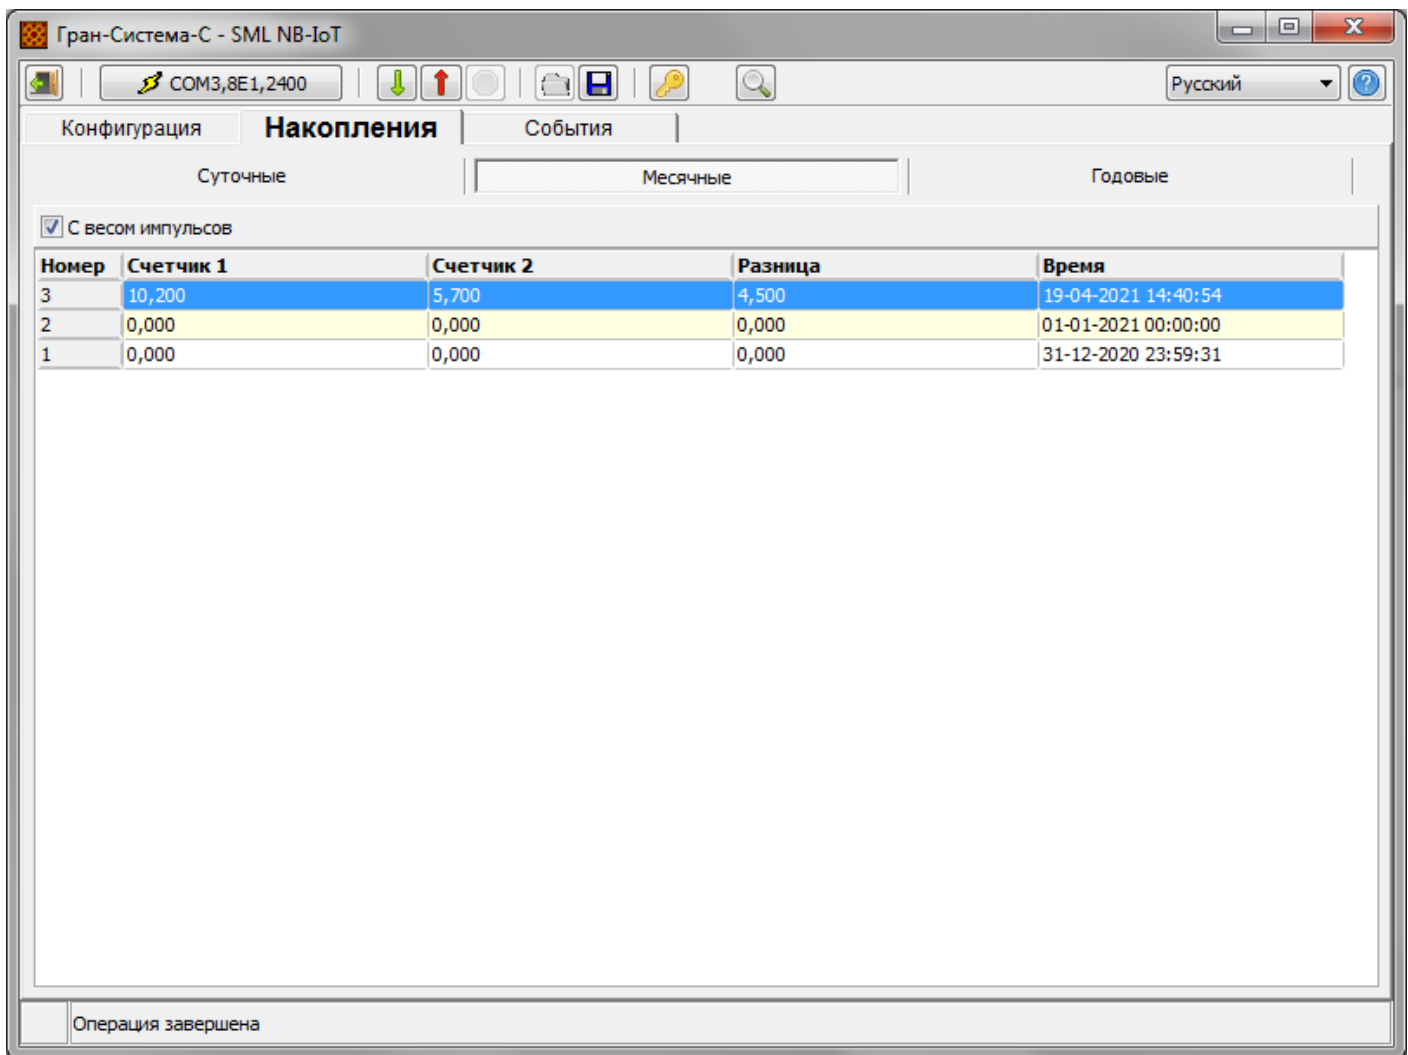

Рисунок 21 – Закладка «Накопления»
3.3.1 На закладке «Накопления» отображаются архивы накоплений счетчиков импульсов (рисунок 21):